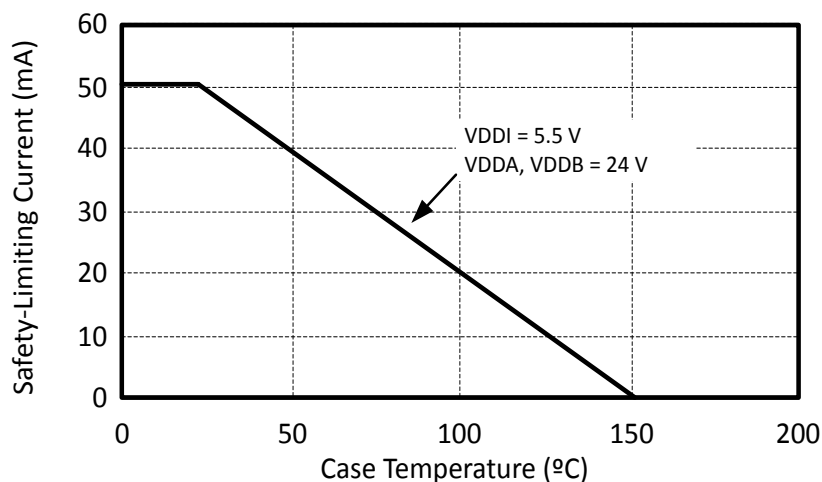
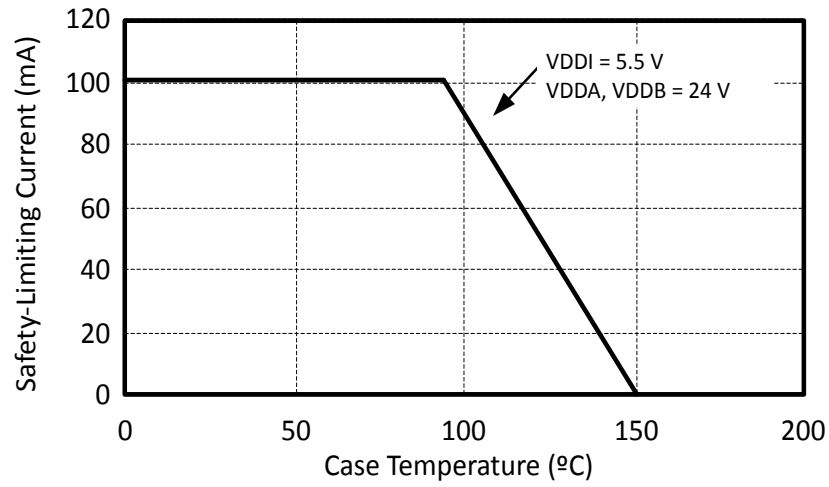

Figure 4.4. WB S01C-16、NB S01C-16、14 LD LGA 的热降额曲线，依赖于符合 DIN EN 60747-5-5 的外壳温度安全限值
Figure 4.5. 带导热垫 14 LD LGA 的热降额曲线，依赖于符合 DIN EN 60747-5-5 的外壳温度安全限值
- Maximum value allowed in the event of a failure. Refer to the thermal derating curve in Figures Figure 4.4 WB S01C-16、NB S01C-16、14 LD LGA 的热降额曲线，依赖于符合 DIN EN 60747-5-5 的外壳温度安全限值 on page 29 and Figure 4.5 带导热垫 14 LD LGA 的热降额曲线，依赖于符合 DIN EN 60747-5-5 的外壳温度安全限值 on page 30.